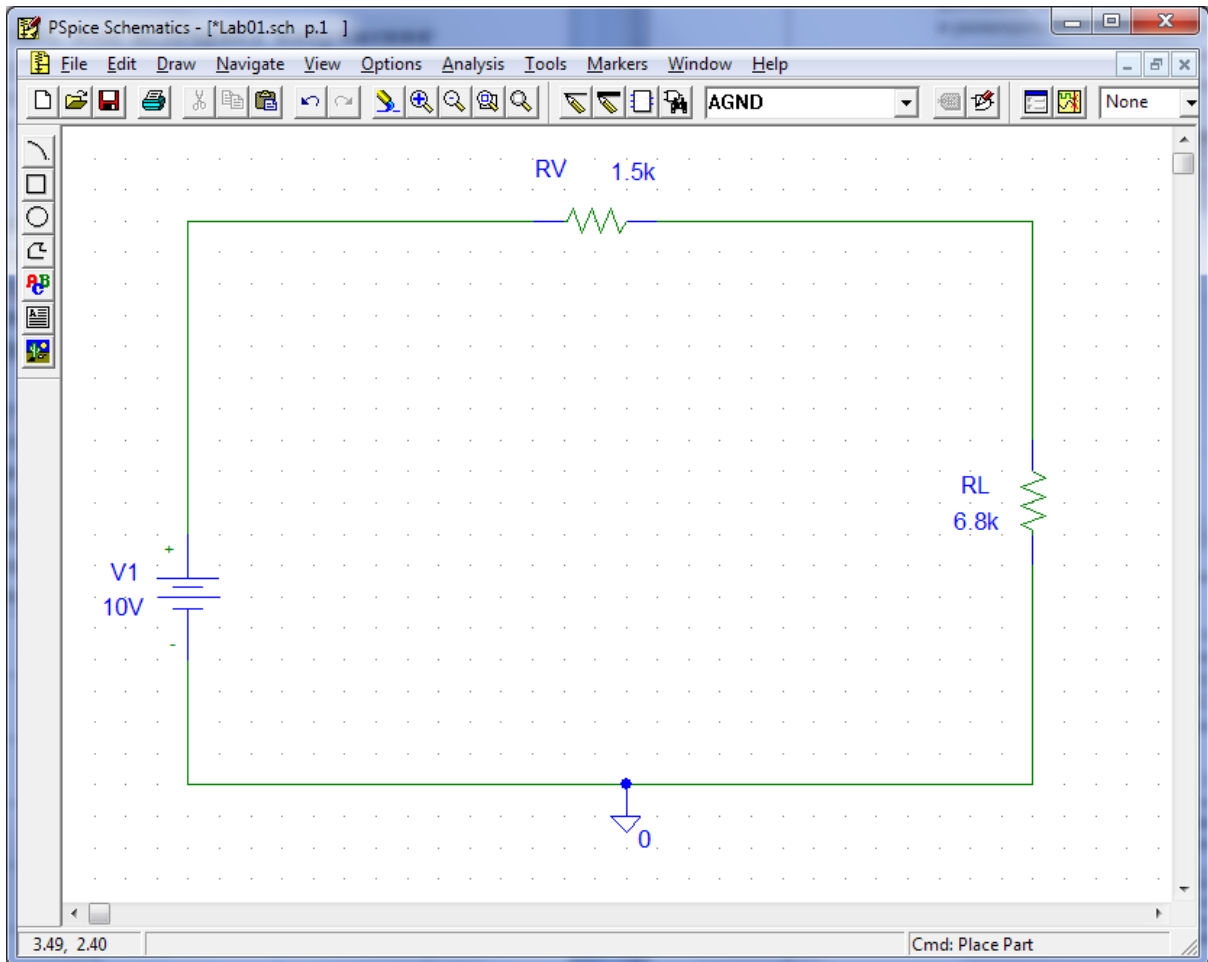

Рис. 12.18 – Схема кола з послідовним включенням RV і RL
33) Тепер залишилося перемістити ім'я джерела напруги (V1) на місце, визначене стандартами, тобто ліворуч від схемного позначення, і можете ще раз порівняти свою схему з тією, яка була дана як зразка на рис. 12.18.